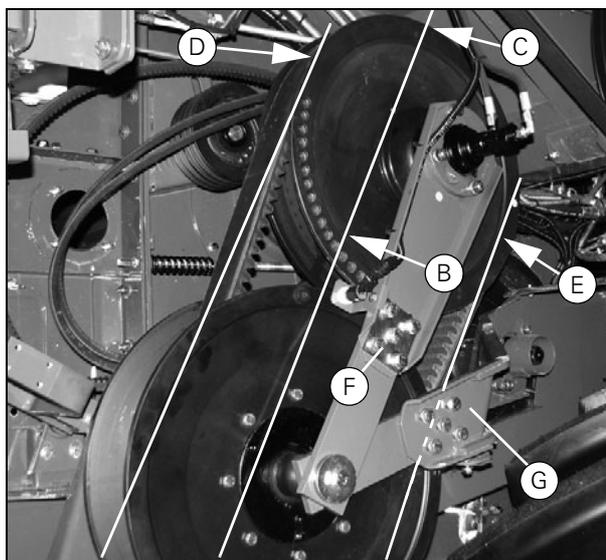

Рисунок 54
- Прижав прямолинейную планку к неподвижному полушкиву механического вариатора, как можно ближе к ступице, измерьте расстояние (B) до неподвижного полушкива гидравлического вариатора. При помощи прокладок отрегулируйте данное расстояние до  $118 \pm 2$  мм, как описано в разделе 4.5.5 на стр. 130. Затем установите вариатор.
- Установив прямолинейную планку, как описано выше, измерьте расстояние до неподвижного полушкива гидравлического вариатора в точках (B) и (C). Если разница между результатами двух измерений превышает 2 мм, отрегулируйте длину опорного кронштейна в точке (F) (Рис. 54). (Диапазон регулировки длины составляет макс.  $\pm 1$  мм.)
- Прижав прямолинейную планку к неподвижному полушкиву механического вариатора на наружной части фланца (Рис. 54), измерьте расстояние от неподвижного полушкива гидравлического вариатора в точках (D) и (E). Если разница между результатами двух измерений превышает 2 мм, отрегулируйте длину опорного кронштейна в точке (G). (Диапазон регулировки длины составляет макс.  $\pm 1$  мм.)